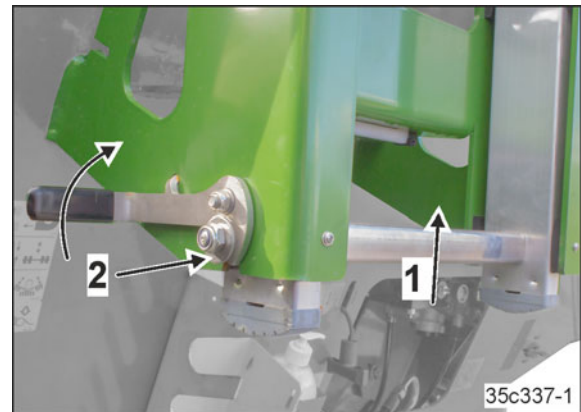

Bild 261
1. Skjut stegen uppåt (Bild 261/1).
2. Kontrollera att den fjäderbelastade säkringen hakar i (Bild 261/2).